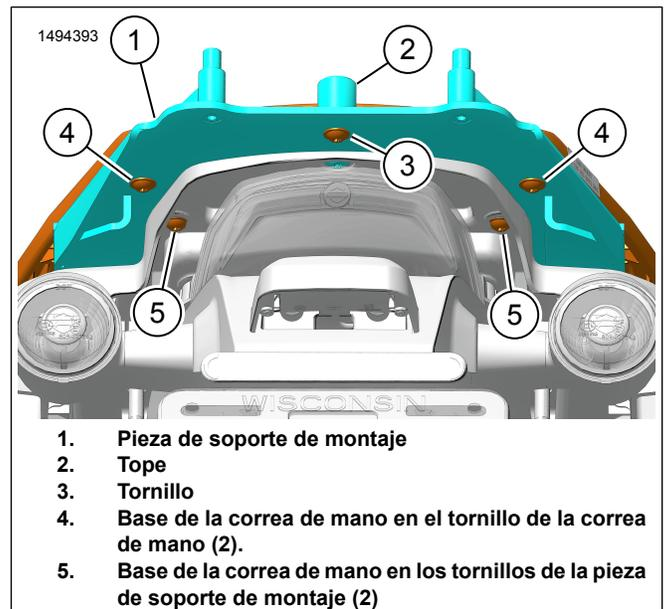
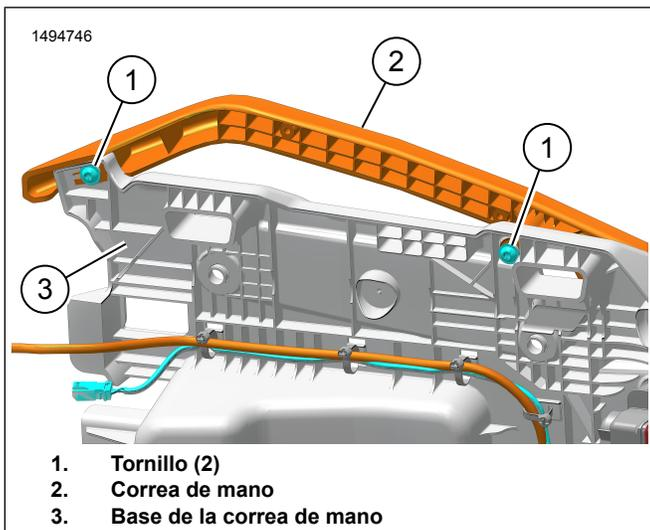

Figura 9. Tornillos de montaje trasero
Figura 10. Correa de mano
- b. Consulte la Figura 9. Instale la base de la correa de mano en los tornillos de la pieza de soporte de montaje (5). Apretar.
8. Consulte la Figura 10. Instale la correa de mano (2).
- a. Instale sin apretar los tornillos (1) en ambos lados.
- b. Consulte la Figura 9. Instale la base de la correa de mano en los tornillos de la correa de mano (4).